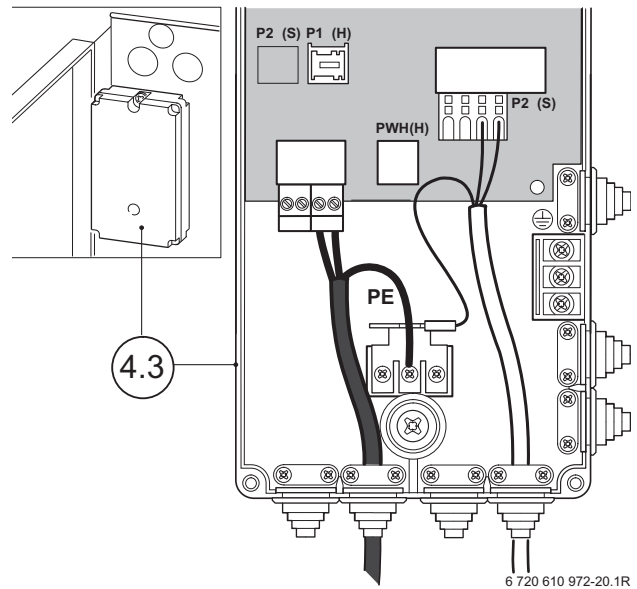

Bild 22
- Kabel durch die Kabeldurchführung stecken, Bild 22.
- Kabel entsprechend Bild 22 anschließen.